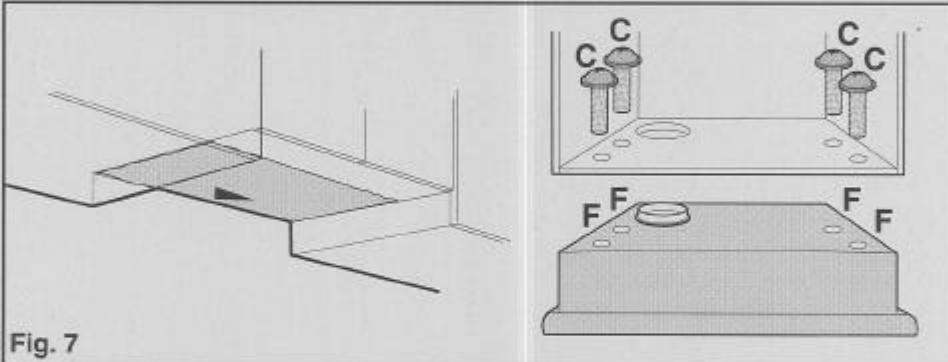

Fig. 7
- a. Gemäß den Befestigungspunkten **F** der Dunstabzugshaube (Abb. 7) die Löcher in den Hängeschrankboden bohren oder, falls im Beipack vorhanden, das dafür vorgesehene Bohrschema verwenden
- (die mit Pfeil gekennzeichnete Kante muß der rückwärtigen Hängeschrankkante entsprechen (Abb. 7).
- c. Vom Innern des Hängeschrankes her die 4 mitgelieferten Schrauben **C** (Abb. 7) in die entsprechenden Löcher **F** einschrauben (Abb. 7)